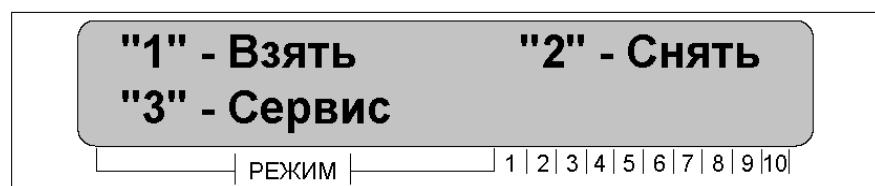

Рисунок 8
- осуществить вход в сервисное меню, нажав клавишу **“3” - Сервис**, рисунок 8.
Затем необходимо выбрать, рисунок 8:
- осуществить вход в сервисное меню, нажав клавишу **"3" - Сервис**, рисунок 8;
- выбрать пункт меню «Сервис» нажав клавишу **«3»**, рисунок 8;